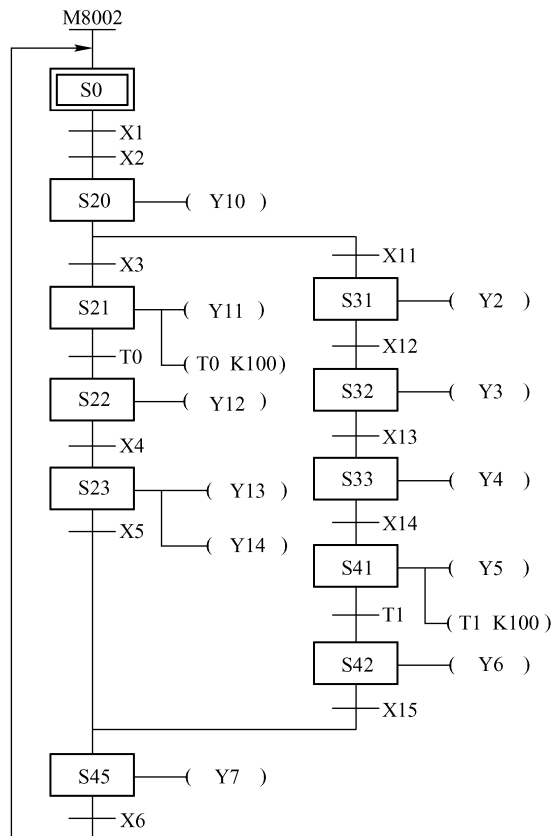

图 5-87 选择性分支状态转移图二
2. 有一选择性分支状态转移图如图 5-87 所示。请对其进行编程。